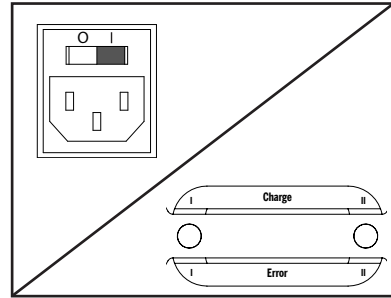

图 1
2. 确保充电器没有插上，电源开关位于“关”(O)位置(图1)。
5. 将电源开关转到“开”(I)位置(图1)。
8. 充电完成后，将电源开关转到“关”(O)位置(图1)，从接地 AC 插座上拔下充电器，然后断开连接线与电池的连接。